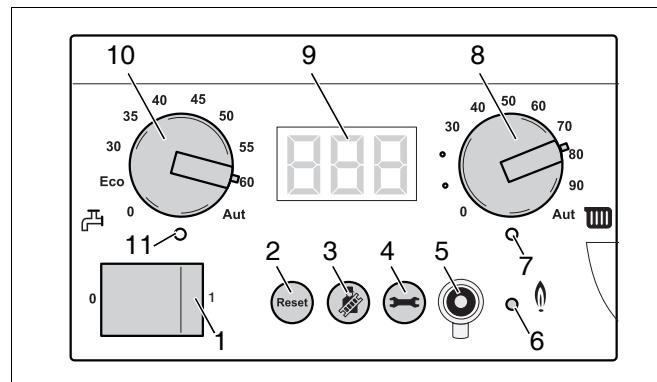

Fig. 69 Regolatore di base BC10
- Mantenere premuto il tasto "Spazzacamino" (fig. 69, pos. 3) (per circa due secondi), finché sia visualizzato il punto nella parte inferiore destra del display (fig. 69, pos. 9). Vedere anche tab. 8, "Prova di combustione", pag. 37.
- Dopo l'accensione del LED "Bruciatore" (fig. 69, pos. 6) attendere un minuto, finché la caldaia funziona a pieno carico.
- Premere il tasto "Spazzacamino" (fig. 69, pos. 3) per concludere la misurazione. Vedere anche tab. 8, "Prova di combustione", pagina 37.